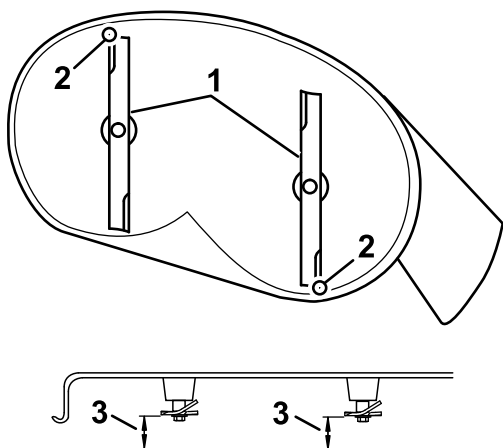
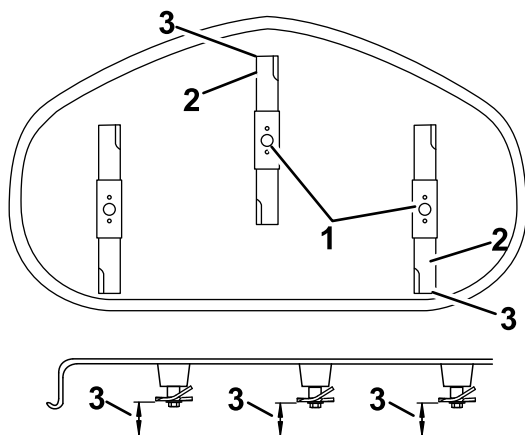

Рисунок 66
Рисунок 67
4. Осторожно поверните ножи так, чтобы они были расположены в продольном направлении (Рисунок 66).
5. Измерьте расстояние от конца переднего ножа до плоской поверхности и от конца заднего ножа до плоской поверхности (Рисунок 66 или Рисунок 67).
4. После регулировки проверьте угол наклона в продольном направлении еще раз, продолжайте регулировать с помощью гайки до тех пор, пока конец переднего ножа не будет на 1,6–7,9 мм ниже конца заднего ножа (Рисунок 66).